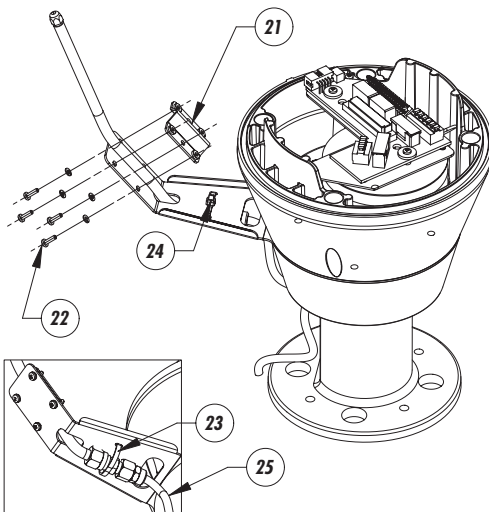
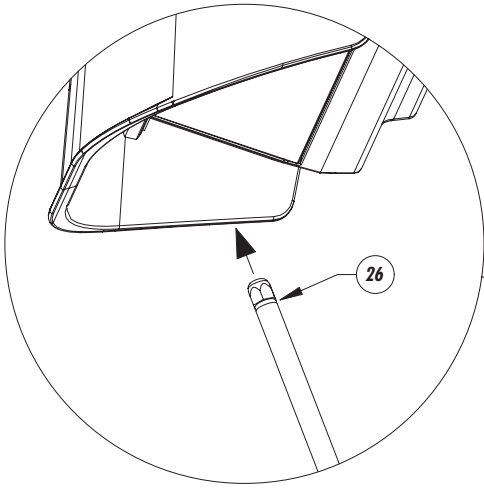

Fig. 9
Fig. 10
- Fissare (Fig. 9) il tubo al sostegno lavavetro tramite la staffetta (21), le viti (22) e le rondelle (23) in dotazione.
- Bloccare il raccordo tramite la fascetta (24) in dotazione e collegare il tubo di mandata (25).
- Per calibrare il getto (Fig. 10) orientare l'ugello (26) verso il vetro della custodia.
- Attach (Fig. 9) the pipe to the washer support using the bracket (21), the screws (22) and the washers (23) supplied.
- Lock the coupling using the hoseclip (24) supplied and connect the delivery hose (25).
- To calibrate the jet (Fig. 10) direct the nozzle (26) towards the glass of the housing.
- Fixer (Fig. 9) le tube au support lave-vitre au moyen de la bride (21), des vis (22) et des rondelles (23) fournies.
- Bloquer le raccord au moyen du collier (24) fourni et connecter le tube de refoulement (25).
- Pour calibrer le jet (Fig. 10) orienter la buse (26) vers la vitre du caisson.
- Die Leitung mit dem Bügel (21), den Schrauben (22) und den Unterlegscheiben (23), alles im Lieferumfang enthalten, an der Stütze der Scheibenwaschanlage fixieren (Fig. 9).
- Das Anschlußstück mit Hilfe der beiliegenden Schelle (24) sichern und die Vorlaufleitung (25) anschließen.
- Zur Kalibrierung des Strahls (Fig. 10) die Düse (26) auf die Gehäusescheibe richten.